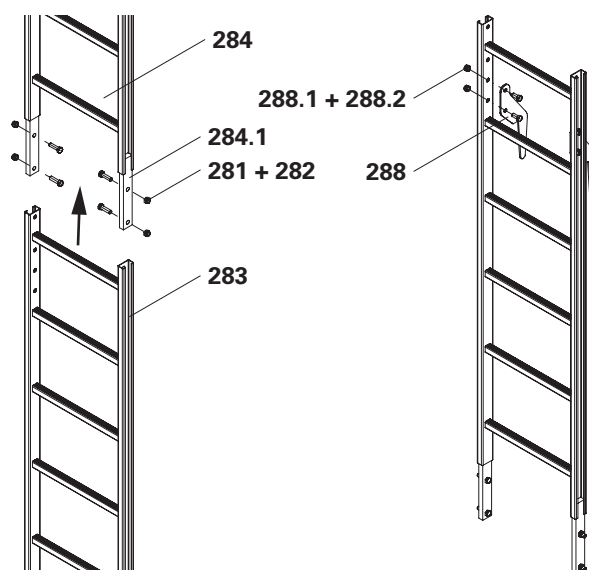

Fig. B3.05
3. Fissare la scala di aggancio alla scala superiore (Fig. B3.05 + B3.06)